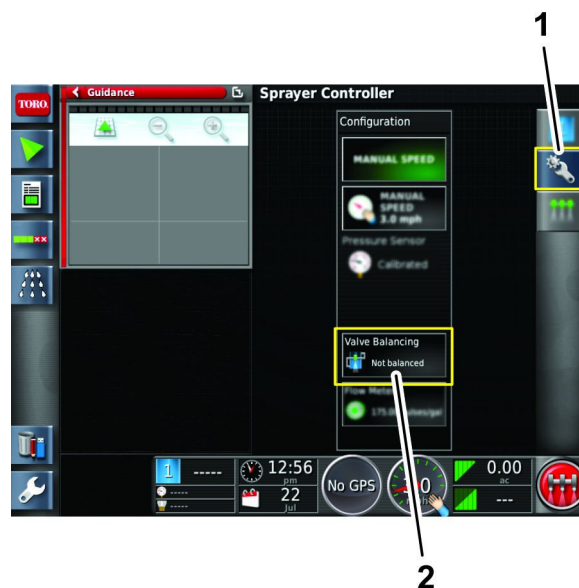

Bild 46
6. Tippen Sie auf das Konfiguration-Symbol und tippen Sie dann auf das Symbol für den Assistenten Ventilabgleich (Bild 46).